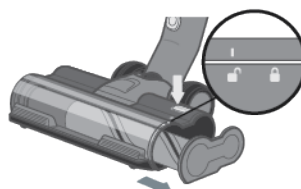

Figure 17
4. Tourner le couvercle de l'ensemble brosse à rouleau vers le bas afin de le détacher de la brosse à sol électrique (Figure 17).